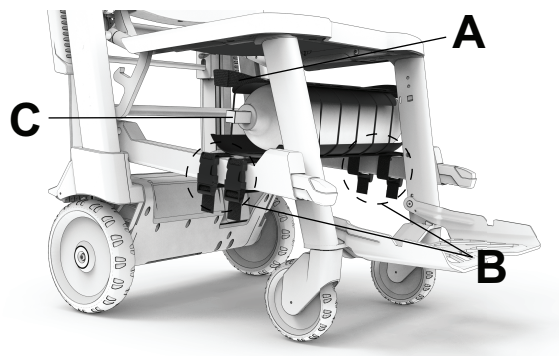

図 37 - 酸素ポンペホルダーの取り付け
2. 酸素ポンベホルダー ( A ) を、シートパンの下側の2つの下部持ち上げハンドルチューブの間に配置します ( 図 37 ) 。
3. 4本のストラップをすべて下部リフトハンドルチューブ ( B ) に巻き付け、サイド解除バックルを接続します ( 図 37 ) 。
4. 酸素ポンペ ( C ) をホルダーにスライドさせます ( 図 37 ) 。